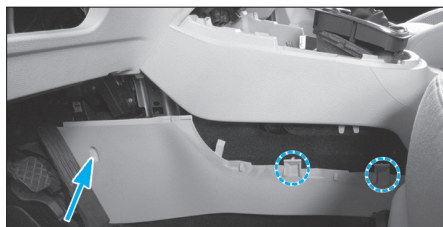

Fig. 19
- les garnitures latérales inférieures, maintenues chacune par une vis (Fig.19),